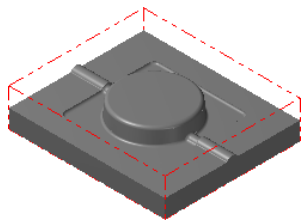

图 12.3 显示工件
Step4. 单击“机器群组属性”对话框中的 **✓** 按钮，完成工件的设置。此时零件如图 12.3 所示，从图中可以观察到零件的边缘多了红色的双点画线，双点画线围成的图形即为工件。